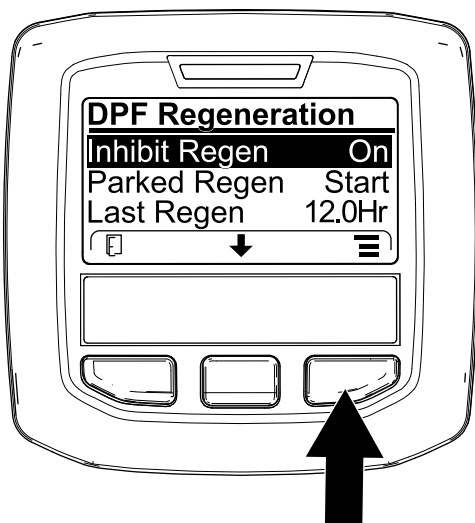
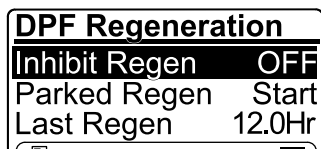

Figura 70
Figura 71
În jos la opțiunea INHIBIT REGEN (Inhibare regenerare) i apăsai butonul din dreapta pentru a selecta accesarea Inhibit Regen (Inhibare regenerare) (Figura 70).
2. Apăsai butonul din dreapta pentru a schimba setarea de inhibare a regenerării de la Pornire la Oprire (Figura 70) sau de la Oprire la Pornire (Figura 71).